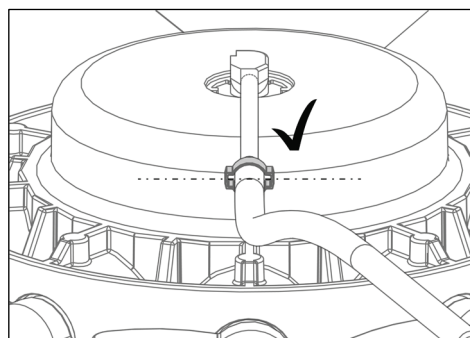

Fig. 18
- 10) Poziționați colierul de furtun așa cum este indicat în Fig. 18.